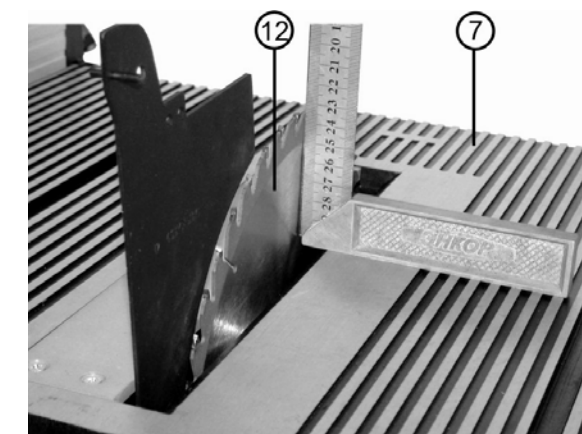
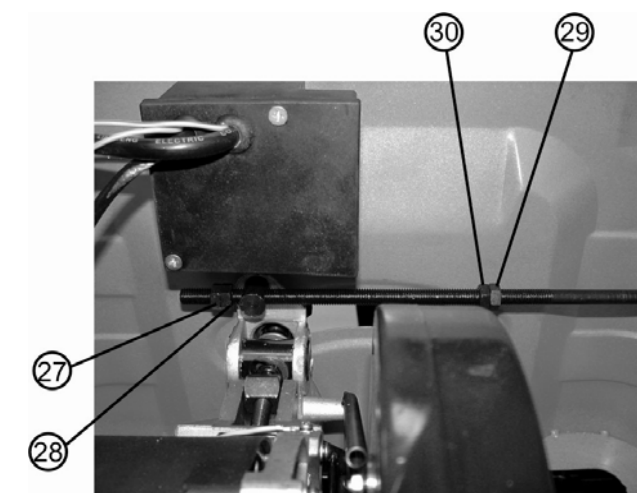

Рис.13
Рис. 14
- ослабьте контргайку (27) и, вращая гайку (28), Рис.14, отрегулируйте пильный диск в положении, соответствующем  $90^{\circ}$  к плоскости стола, Рис.13;
- затяните контргайку (27), Рис. 14.
### 10.2. Регулировка наклонного положения $45^{\circ}$ (Рис. 14)